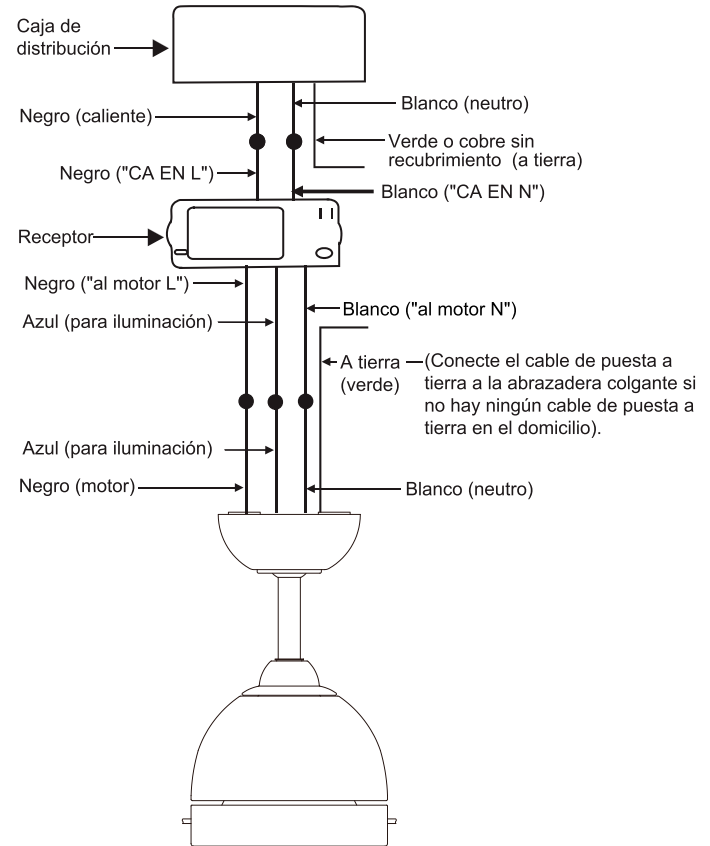

Fig. 12
**Paso 2.** Conexiones eléctricas del motor al receptor: (Fig.12) Conecte el cable negro del ventilador al cable negro marcado como "TO MOTOR L" (AL MOTOR L) desde el receptor. Conecte el cable blanco del ventilador al cable blanco marcado como "TO MOTOR N" (AL MOTOR N) del receptor. Conecte el cable azul del ventilador al cable azul marcado como "FOR LIGHT" (PARA ILUMINACIÓN) del receptor. Asegure todas las conexiones de cables con las tuercas plásticas para cables proporcionadas.
**Paso 3.** (Fig. 12) Conexiones eléctricas del receptor a los cables de alimentación del hogar: Conecte el cable negro (caliente) del cielorraso al cable negro marcado como "AC in L" (CA en L) del receptor. Conecte el cable blanco (neutro) del cielorraso al cable blanco marcado como " AC in N" (CA en N) del receptor. Asegure todas las conexiones de cables con las tuercas plásticas para cables proporcionadas.
**Paso 4.** (Fig.12) Si su caja de distribución eléctrica tiene un cable de puesta a tierra (verde o cobre sin recubrimiento), conéctelo a los cables de puesta a tierra de la abrazadera colgante al soporte de montaje. Asegure la conexión de los cables con la tuerca plástica proporcionada. Después de conectar los cables, sepárelos de manera que el cable verde y el cable blanco estén de un costado de la caja de distribución eléctrica y el cable negro y azul estén del otro costado . Inserte las conexiones de cable con cuidado en la caja de distribución eléctrica.